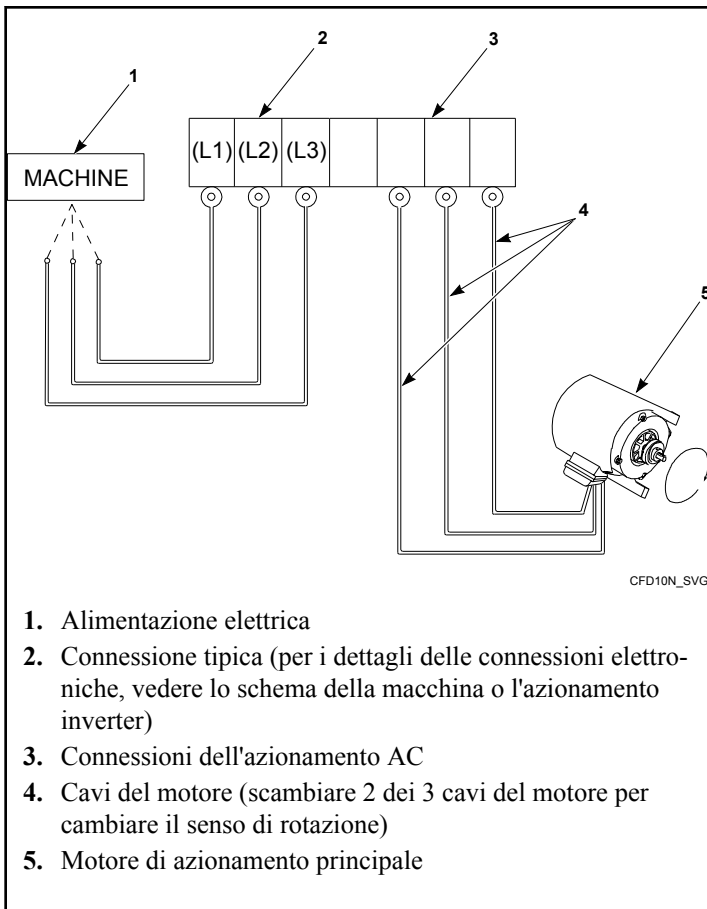

Figura 30
8. per tutti i modelli, la rotazione del cilindro deve essere in senso orario in una fase di centrifuga. Se la rotazione non è corretta, scollegare la macchina dall'alimentazione elettrica. Un elettricista qualificato deve invertire due cavi del motore tra la morsettiera AC e il motore di azionamento principale. Consultare la *Figura 30*.